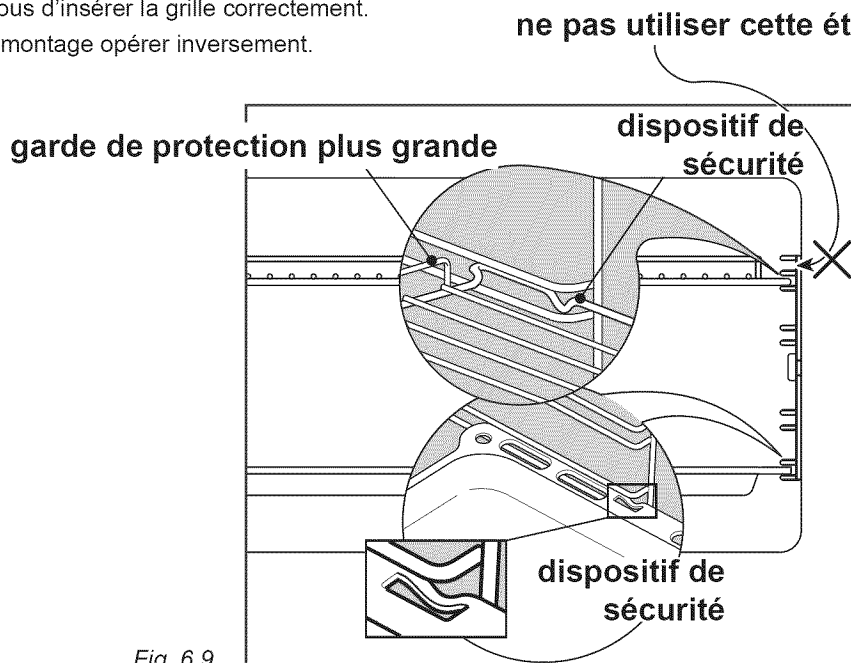

Fig. 6.9
- Faire glisser sur les guides la grille (fig. 6.9); mettre la grille de façon que le barrage de protection (le plus grand) soit tourné vers l'intérieur du four.